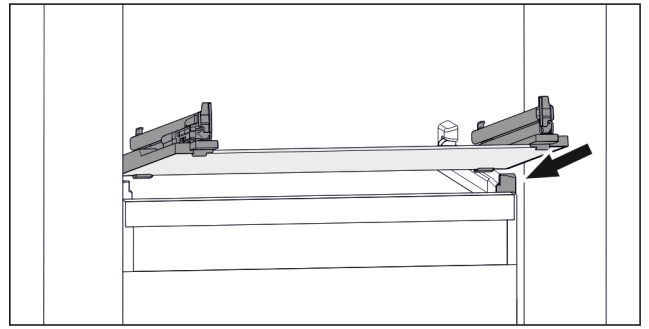

Fig. 122 Representación de la placa de vidrio a modo de ejemplo
- ▶ Coloque la placa de vidrio inclinada detrás de los topes. (consulte *Fig. 122*)